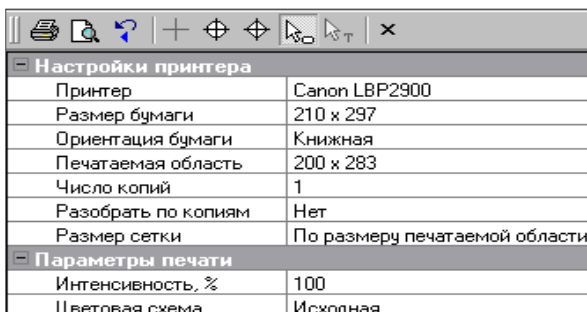

Рис. 14.5
- В окне параметров задайте необходимые параметры (рис. 14.5).